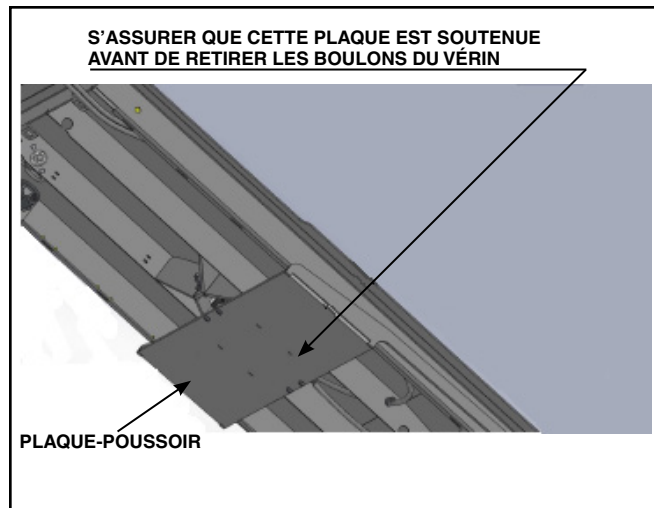

Figure 7 - Plaque-poussoir de la rampe-
1. Installer le vérin sur la plaque-poussoir horizontale (restée attachée au bâti de la rampe). Voir Figure 7.